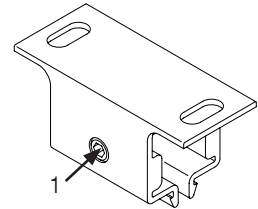
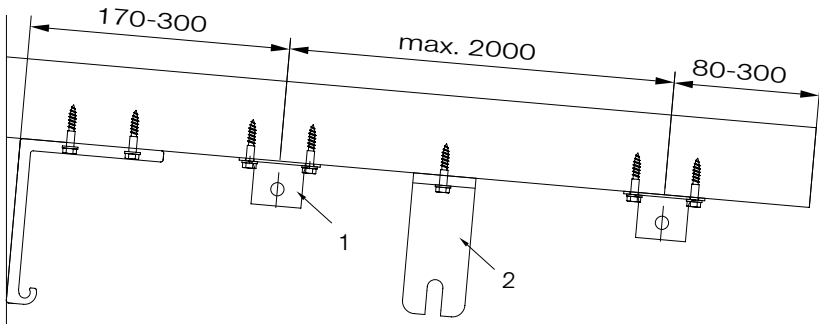

Abb. 10: Führungsschienenhalter
Abb. 11: Abstände Führungsschienenhalter
- » Zeichnen Sie die Führungsschienenhalter (Abb. 10) an den Sparren an (Abstände siehe Abb. 11)
- » Drehen Sie vor der Montage die Klemmschrauben (1 – Abb. 10) 2–3 mm heraus, damit die Schiene einrasten kann
- » Montieren Sie die Tuchstützdrahtwinkel (2–Abb. 11 u. 13) wie abgebildet auf den äußeren Sparren in der Mitte des Markisenausfalls.